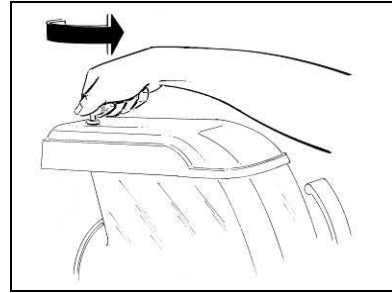
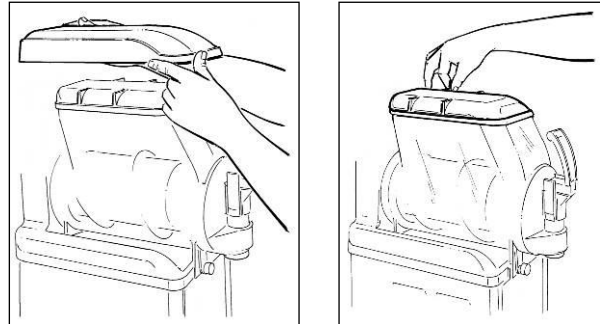

Fig. 1
Fig. 2
L'appareil doit être placé sur une surface horizontale et solide en veillant à ce que le corps de l'appareil soit bien ventilé (au moins 20 cm d'espace libre, fig.1), installer l'appareil dans un environnement sec et éviter de l'installer à
- **A**près avoir retiré l'arrêt à l'aide de la clé (fig.1), retirer tout d'abord le couvercle de sécurité, puis le sous-couvercle comme indiqué en figure 2.